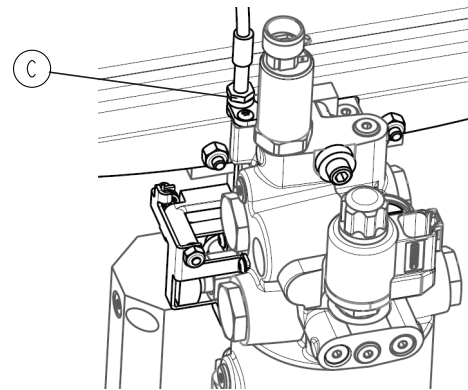

Figure 33 – Serrer le contre-écrou
8. À l'aide d'une clé mixte de 10 mm, serrer le contre-écrou (C) une fois le câble de déblocage manuel desserré (Figure 33).